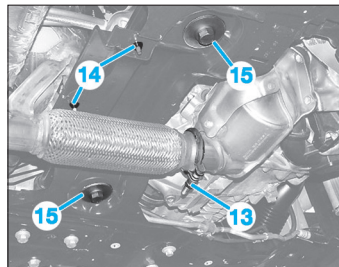

Fig. 17
- le collier d'échappement (13) (Fig.17),